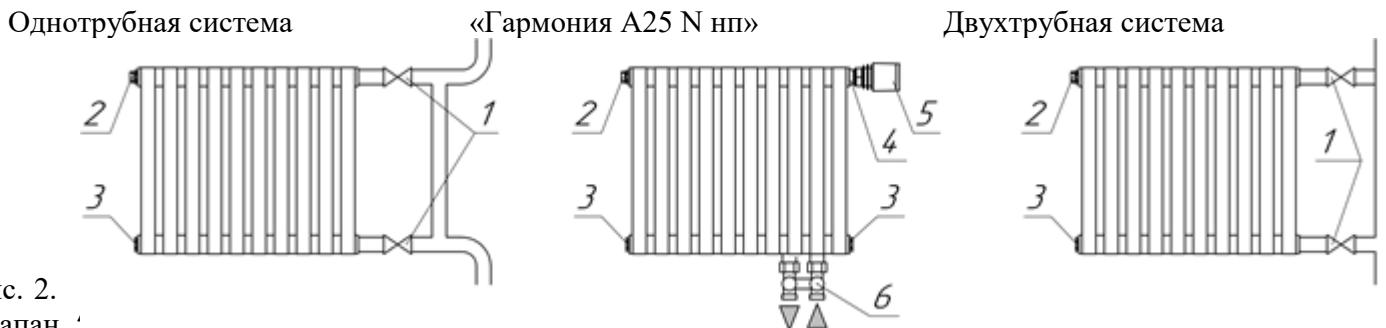

Рис. 2.
5.7. Схема подключения радиаторов приведена на рис. 2.